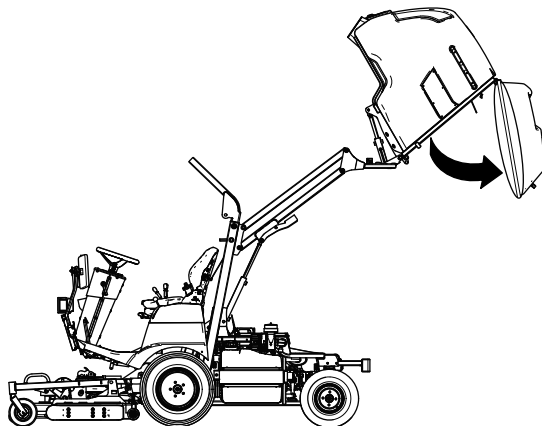

Figura 140
2. Ridici buncărul (Figura 140) la înălțimea maximă; consultai Ridicarea buncărului \(Pagină 34\).
3. Descărcă buncărul (Figura 140) și lăsați-l în poziție de descărcare completă, cu trapa din spate lăsată în jos liber; consultai Descărcarea buncărului \(Pagină 35\).